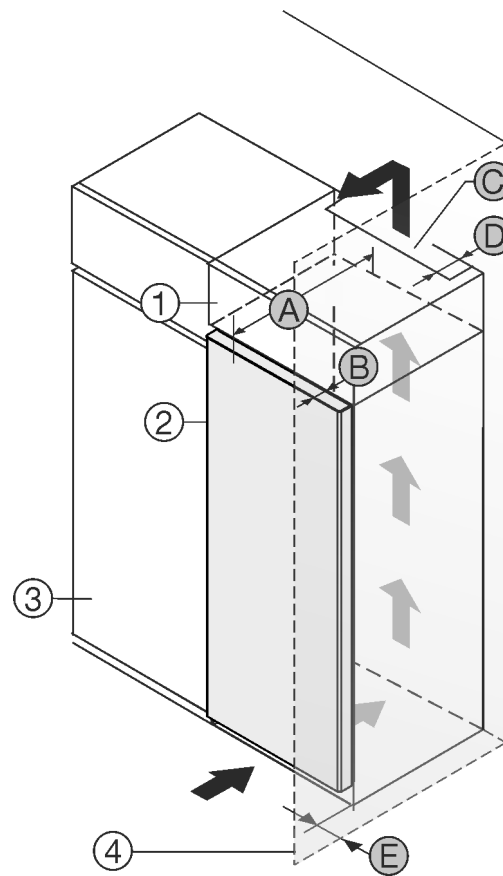

Fig. 1
- (1) Nastavná skříňka \*
- (2) Příklad \*
- (3) Kuchyňská skříň \*
- (4) Stěna \*
- (A) Hloubka přístroje \*
- (B) Hloubka dvířek \*
- (C) Ventilační průřez \*
- (D) Vzdálenost zadní strany přístroje \*
- (E) Vzdálenost k zadní straně přístroje \*
Můžete přístroj nainstalovat přímo vedle kuchyňské skříňky Fig. 1 (3)\*.
Na zadní straně nastavné skříňky musí být větrací šachta hluboká Fig. 1 (D) přes celou šířku nastavné skříňky.\*
Pod stropem místnosti musí být dodržen ventilační průřez Fig. 1 (C)\*.
Když přístroj instalujete závěsy vedle stěny Fig. 1 (4), musí být vzdálenost mezi přístrojem a stěnou minimálně 13 mm.\*
Aby bylo možné dvířka plně otevřít, musí přístroj přesahovat o hloubku dvířek Fig. 1 (B) vůči přední linii kuchyňské skříňky. V závislosti na hloubce kuchyňských skříňek Fig. 1 (3) a použití vymezovačů odstup od stěny může přístroj vyčnívat dále.\*